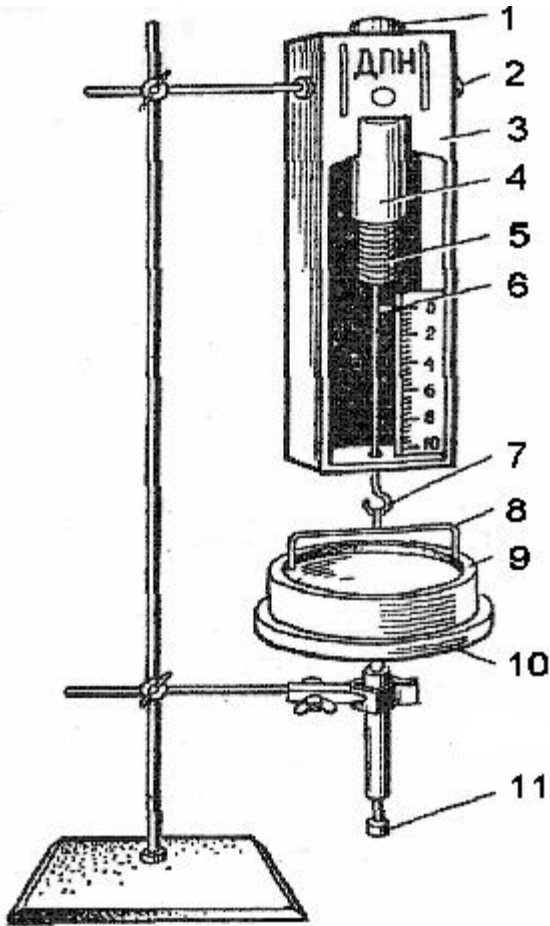

Рис. 2
Динамометр типу ДПН (рис. 2) складається з корпуса 3, всередині якого розташована пружина 5, що закінчується відрізком прямого дроту з гачком 7. Гачок призначений для з'єднання петлі 8 з пружиною динамометра. Для відліку показів по шкалі динамометра на дроті закріплена стрілка 6. Досліджувану рідину наливають в скляну чашку 9. Для вимірювання коефіцієнту поверхневого натягу
2. Підготуйте прилад для виконання вимірювань. Для цього надіньте на гачок 7 петлю 8 (див. рис. 2). Брати петлю руками небажано, тому скористайтесь пінцетом або відрізком тонкого дроту. Притримуючи кнопку 1, відкрутіть стопорний гвинт 2. Натискаючи на кнопку 1, встановіть стрілку динамометра на нульову поділку шкали. При необхідності злегка поверніть кнопку, щоб кінчик стрілки був поблизу шкали. Закрутіть стопорний гвинт.